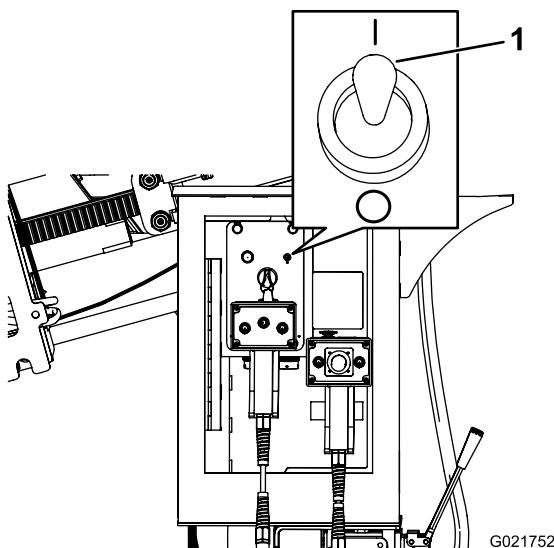

Figura 120
6. Mova o interruptor da mangueira de aspersão para a posição ON (Figura 120).